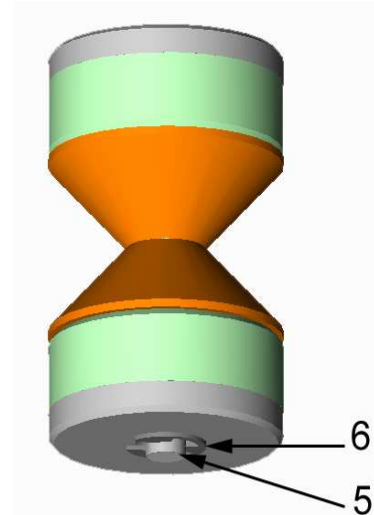

Figure 10
2.8 Fixez toutes les cartouches en installant un e-clip (élément n° 6) sur l'extrémité de la cartouche de la charge relais (voir Figure 10). Fixez les cartouches en serrant l'e-clip.